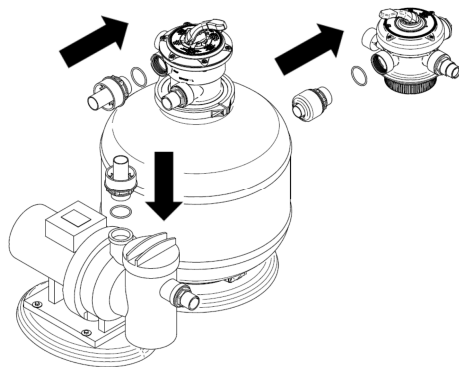

Fig. 22
1. Enroscar los dos portagoma (Fig. 22).